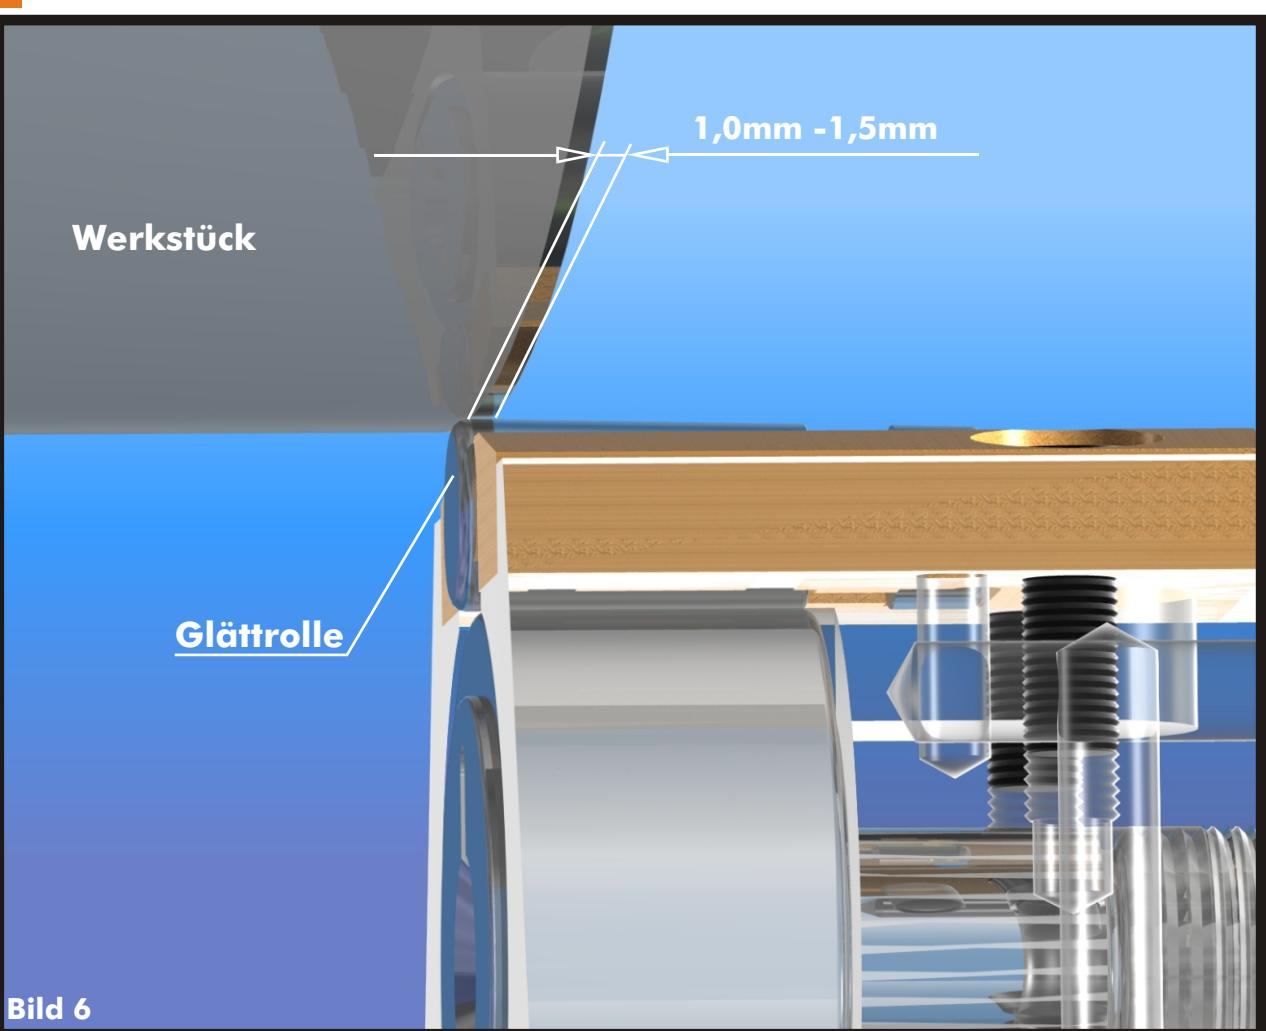

Bild 6
- > Bringen Sie das Werkzeug so zur Anlage am rotierenden Werkstück, dass sich die Glättrolle ca. 1,0mm - 1,5mm im Eingriff befindet und die zu walzende Fläche leicht berührt (Bild 6).